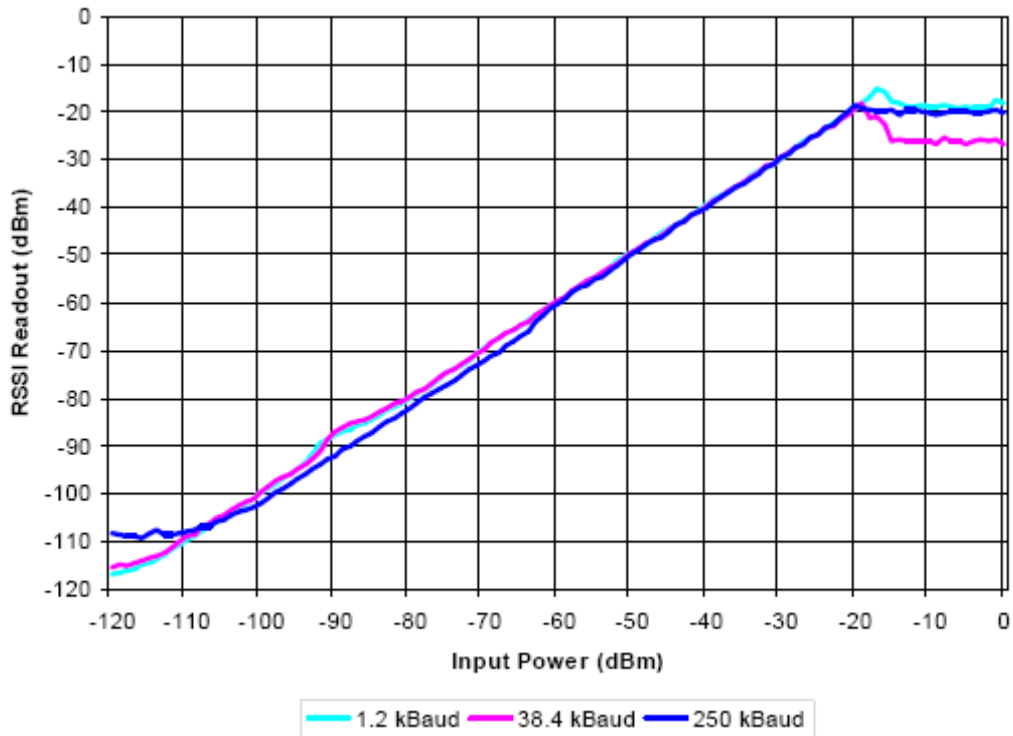
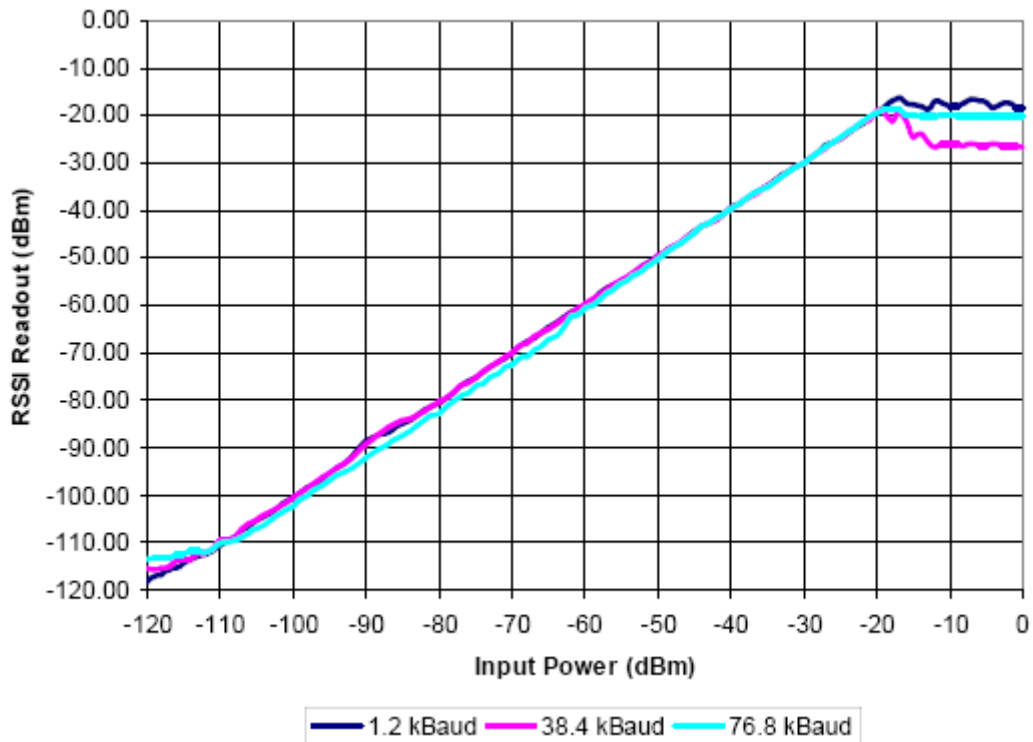

图 17 480 MHz 时不同数据速率下典型 RSSI 值与输入功率电平的关系
图 18 955 MHz 时不同数据速率下典型 RSSI 值与输入功率电平的关系
- 表 29 列举了 RSSI\_offset 的一些典型值。图 17 和图 18 为 RSSI 读数的典型曲线图，其为不同数据速率下输入功率级的一个函数。